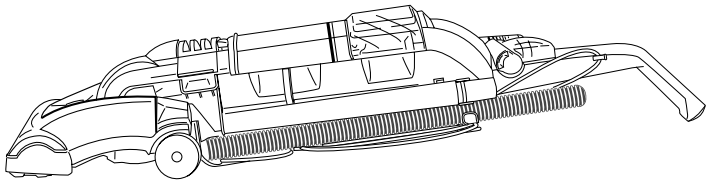

FIG. 27
Step 1: Lower handle to floor to change lightbulb (FIG. 27).
Étape 1 : Baisser le manche jusqu'au plancher pour changer l'ampoule (FIG. 27).
Paso 1: Baje el mango hasta el piso para cambiar el foco de luz (FIG. 27).